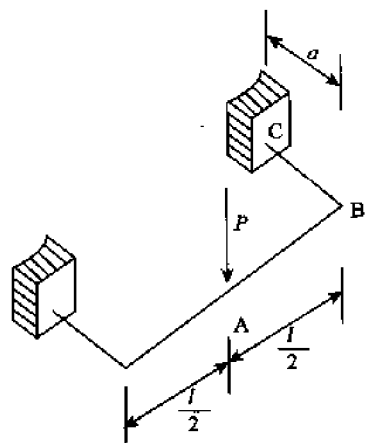

图 10-44
5. 折杆截面为圆形, 直径 $d=2\text{cm}$, $a=0.2\text{m}$, $l=1\text{m}$, $P=650\text{N}$, $E=200\text{GPa}$, $G=80\text{GPa}$, 如图 10-44 所示。试求 P 力作用点的垂直位移。